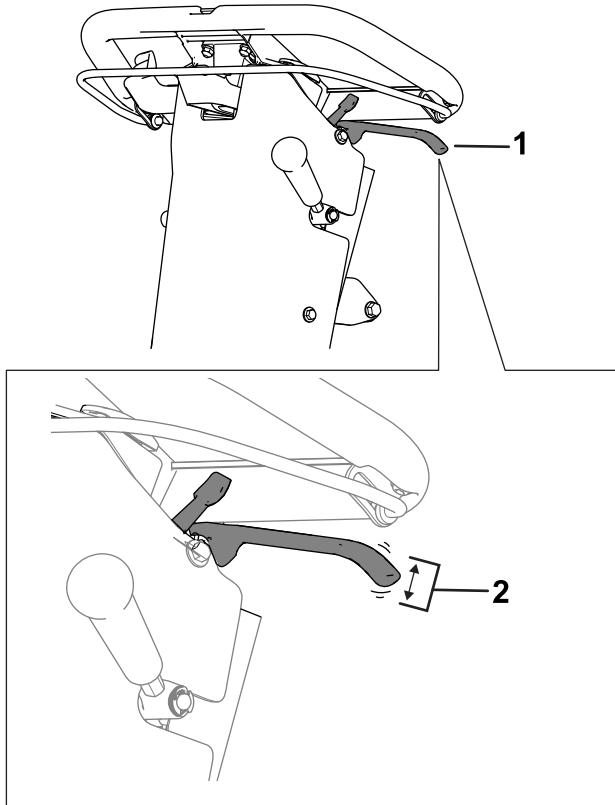

Figure 36
2. Mesurez la garde au bout de la poignée du frein de stationnement (Figure 36).